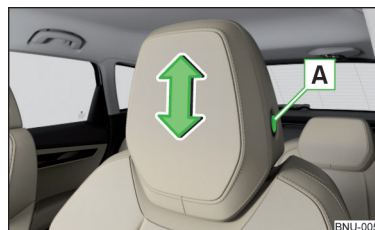

Fig. 96
- Pour **régl**er la hauteur, maintenir la touche de sécurité **A** et déplacer l'appuie-tête dans la direction souhaitée » fig. 96.